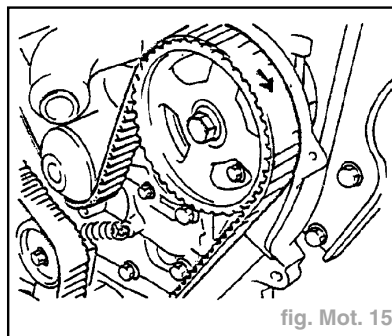

fig. Mot. 15
- Lorsque la courroie de distribution doit être réutilisée, faire un repère indiquant le sens de rotation de façon à ne pas l'inverser au moment de la repose (fig. Mot. 15).